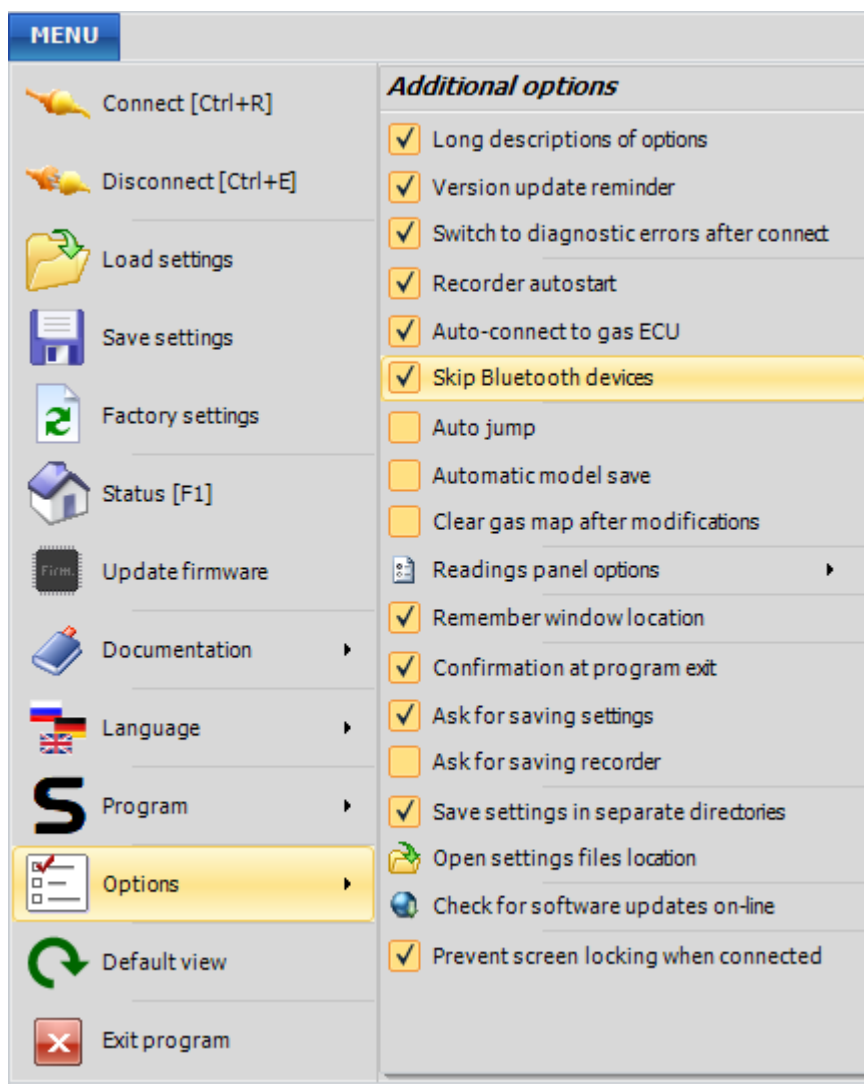

Fig. 2.18 Podmenu „Opcje” z dodatkowymi opcjami programu
- "Options" – a drop-down list with additional program options (Fig. 2.18).